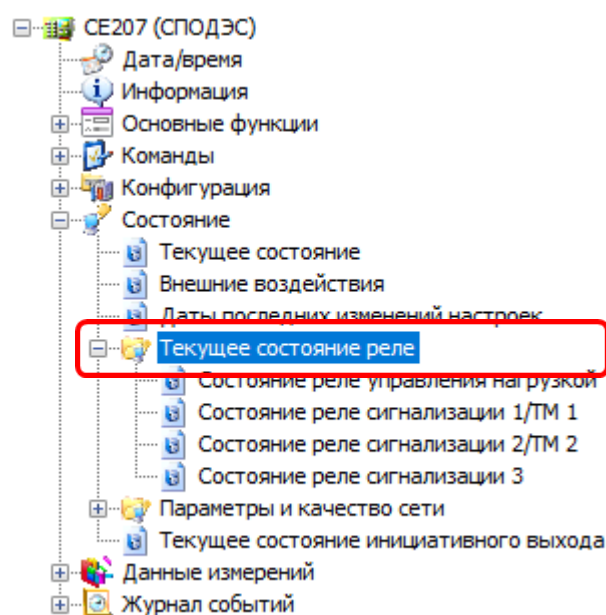

Рисунок 80 – Вкладка «Состояние → Текущее состояние реле»
6.8.6.1 Для всех реле предусмотрен параметр «Текущее состояние реле», доступный для чтения по интерфейсу в ТПО AdminTools в разделе «Состояние → Текущее состояние реле», (см. рисунок 80) и отображаемый в специальном окне на ЖКИ (см. п. 6.8.10).